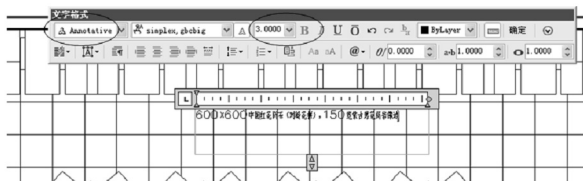

图 4.87 用注释性文字样式标注字体
(2) 单击【绘图】工具栏上的【多行文字】图标  或在命令行输入“T”后按 Enter 键。
① 在指定第一角点: 提示下, 在餐厅平面布置图内单击一点, 作为文字框的左上角点。
② 在指定对角点或 [高度(H)/对正(J)/行距(L)/旋转(R)/样式(S)/宽度(W)]: 提示下, 光标向右下角拖出矩形框后单击, 打开【文字格式】对话框和文字输入框。
③ 在【文字格式】对话框中, 当前文字样式为“Annotative”, 【高度】设为“3”, 然后在文字输入框内输入“600×600 中国红花岗石(对缝花拼), 150 宽蒙古黑花岗岩镶边”, 如图 4.87 所示, 单击【确定】按钮关闭对话框。